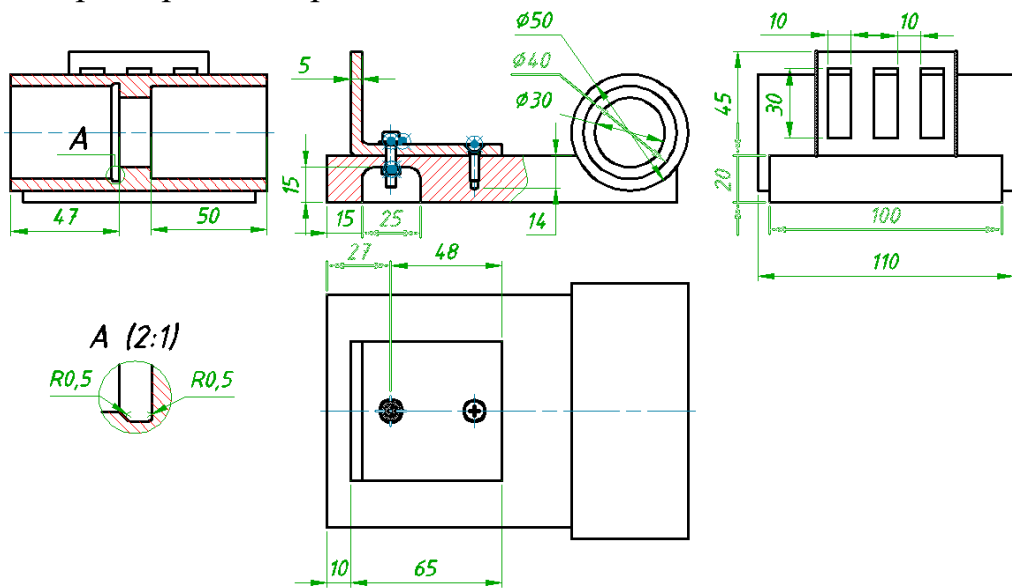

Рис. 8.44. Ескіз до прикладу 8.2
**Приклад 8.2.** Накреслити ескіз згідно рис. 8.44. Створити ситуацію схову, різьбового з'єднання, місцевий вид. Розміри наведено для довідки, проставляти розміри не потрібно.